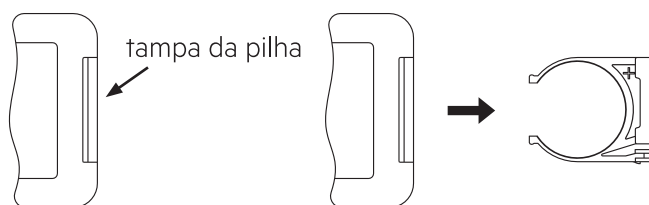

Figura 1
1. Retire a tampa da pilha na parte de trás do controlo remoto (ver Figura 1).